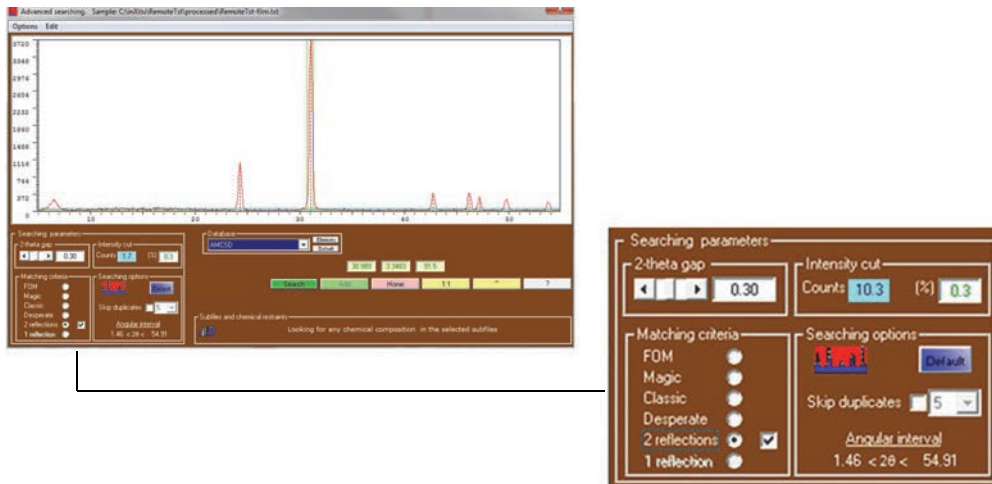

图 C-7 高级搜索 - 搜索参数区域
6. 在**Searching parameters**（搜索参数）区域中，将**2-theta gap**（2- θ 间隔）设置为**0.30**（参见第93页的图 C-7）。